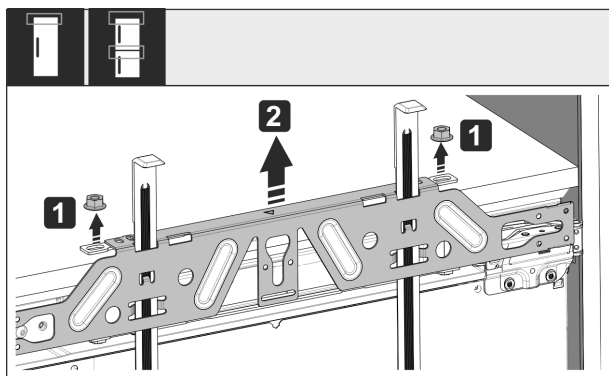

Fig. 54
- ▶ Desserrer les contre-écrous Fig. 54 (1).
- ▶ Retirer la traverse de fixation Fig. 54 (2).